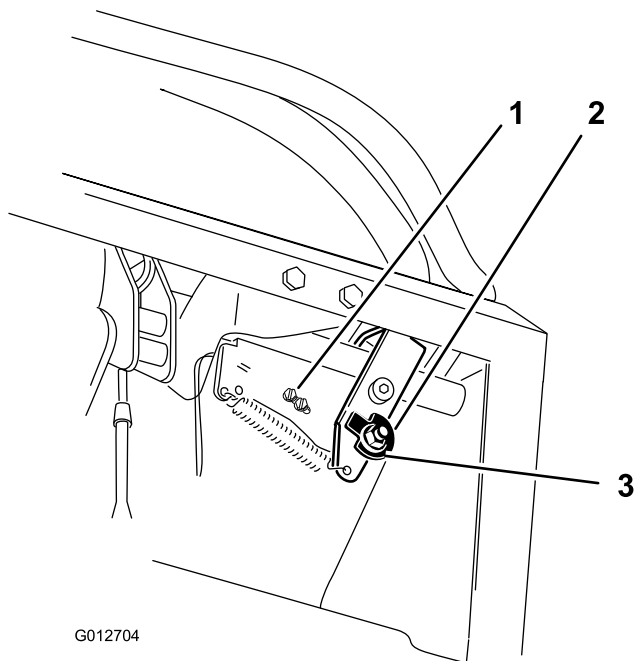
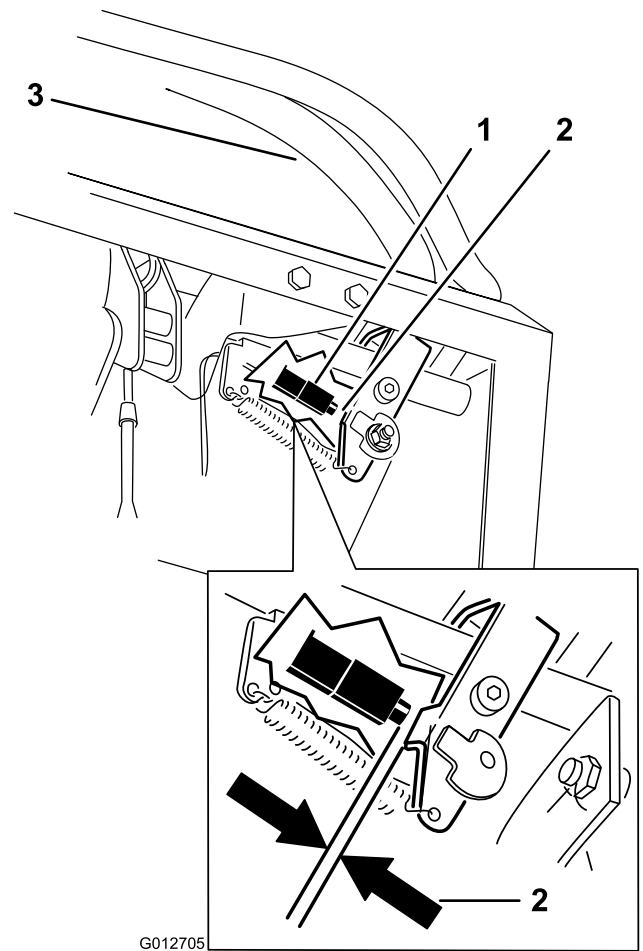

Figura 69
Figura 70
- Afloje la tuerca que sujeta la leva (Figura 69).
10. Compruebe la distancia entre la palanca de control y el interruptor, según se muestra en Figura 70. El espacio debe ser de 3 mm (1/8 pulgada) con la palanca de control de movimiento derecha en la posición de bloqueo/punto muerto.
11. Si es necesario, afloje los tornillos que sujetan el interruptor, y ajuste el interruptor (Figura 69 y Figura 70).